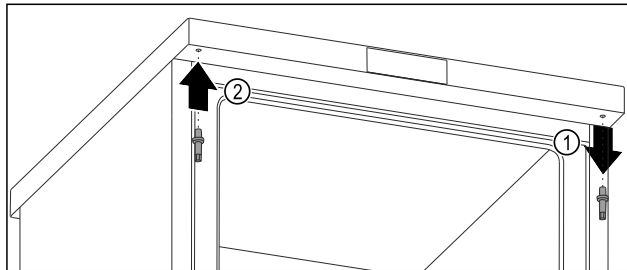

Fig. 12
- ▶ Выкрутите верхний болт ключом с наружным шестигранником. Fig. 12 (1)
- ▶ Затяните болт на противоположной стороне ключом с наружным шестигранником. Fig. 12 (2)